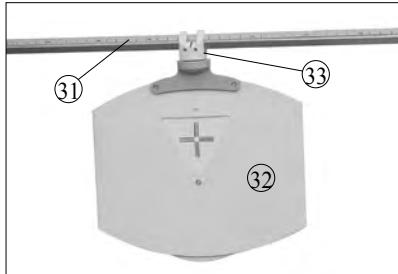
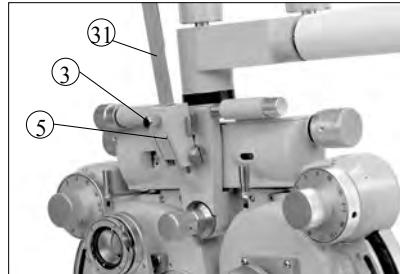

图8
图9
先把测试卡托③③套入近点测试标杆③①，并滑动到适当的位置，再把近视标盘③②安装在测试卡托③③的开口缝隙中（图8），然后把近点测试标杆③①安装在连接块⑤上，固定锁紧螺钉③。当近点测试标杆③①不用时，将它向上抬起（图9）。